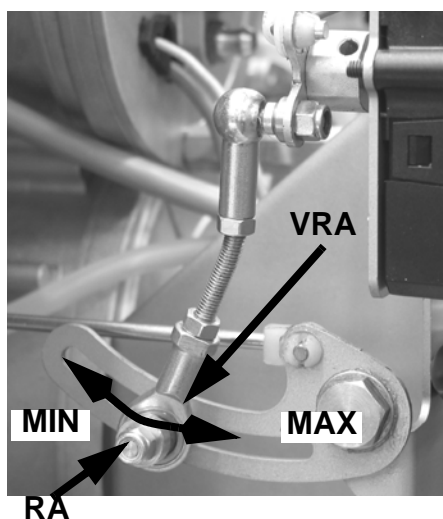

Рис. 14
- 13 Регулирование расхода воздуха горения осуществляется с помощью сервопривода. Сервопривод должен быть всегда повернут на 90° (см. следующий параграф), при любой настройке большого и малого пламени. Открытие воздушной заслонки регулируется с помощью кулачка с прорезью на Рис. 14. Для того, чтобы отрегулировать расход воздуха, необходимо ослабить гайку **RA** (Рис. 14) и двигать рычажок **VRA** вдоль прорези, как указано, для увеличения или уменьшения расхода воздуха, пока не получите необходимый расход, затем заблокировать гайку **RA** в соответствующем положении.